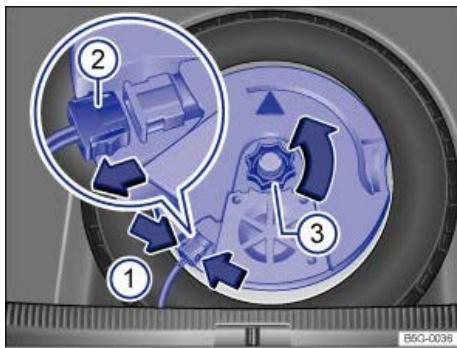

Abb. 297 Im Gepäckraum: Subwoofer ausbauen (Variante 1).
- Zum Entriegeln des Anschlusssteckers ⇒ Abb. 297(2) , Rastnasen zusammendrücken ⇒ Abb. 297 (Pfeile (1)).
- Anschlussstecker ⇒ Abb. 297(2) abziehen und die abgezogene elektrische Leitung beiseitelegen.
- Handrad ⇒ Abb. 297(3) entgegen dem Uhrzeigersinn (Pfeil) herausdrehen.
- Anschlussstecker \Rightarrow Abb. 297(2) aufstecken, bis er hörbar einrastet.
- Handrad \Rightarrow Abb. 297(3) auf den Gewindestift so lange im Uhrzeigersinn drehen, bis der Subwoofer sicher befestigt ist.